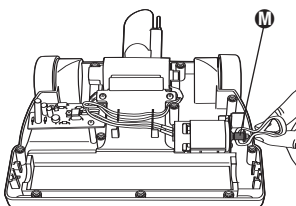

FIG. 10
Step 2: Remove broken or worn brushroll belt. Pinch new brushroll belt together and position new belt so teeth engage cog pulley  on end of motor shaft (FIG. 10).
Paso 2: Retire la correa rota o gastada. Coloque la nueva correa de manera que los dientes enganchen el diente de la polea  en el extremo del eje del motor (FIG. 10).